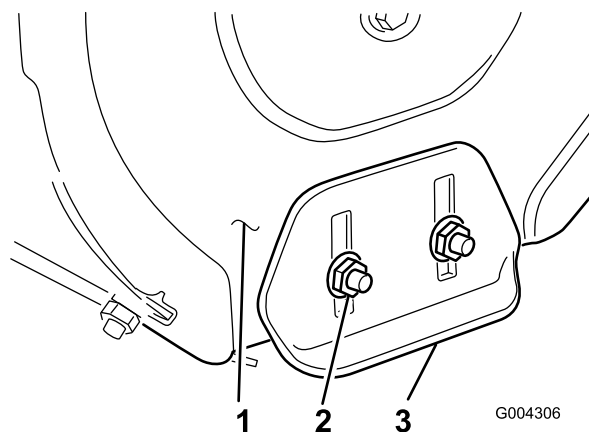

Figura 21
3. Allentate i quattro dadi flangiati che fissano entrambe le slitte alle piastre laterali della coclea (Figura 21) finché le slitte non scorrono liberamente su e giù.
- Serrate i quattro dadi flangiati che fissano entrambe le slitte alle piastre laterali della coclea (Figura 21).